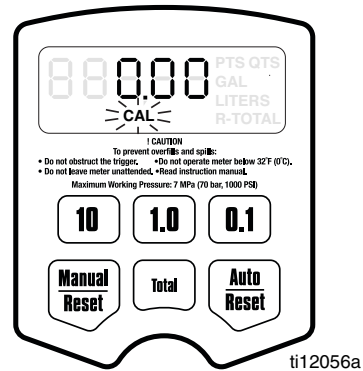

FIG. 26
- c. Presione y mantenga presionadas las teclas *Auto / Reiniciar* nuevamente para mostrar el Menú de Calibración (FIG. 26, Página 20). Cuando se muestre este Menú, CAL destellará en la pantalla.
Calibración (FIG. 26)